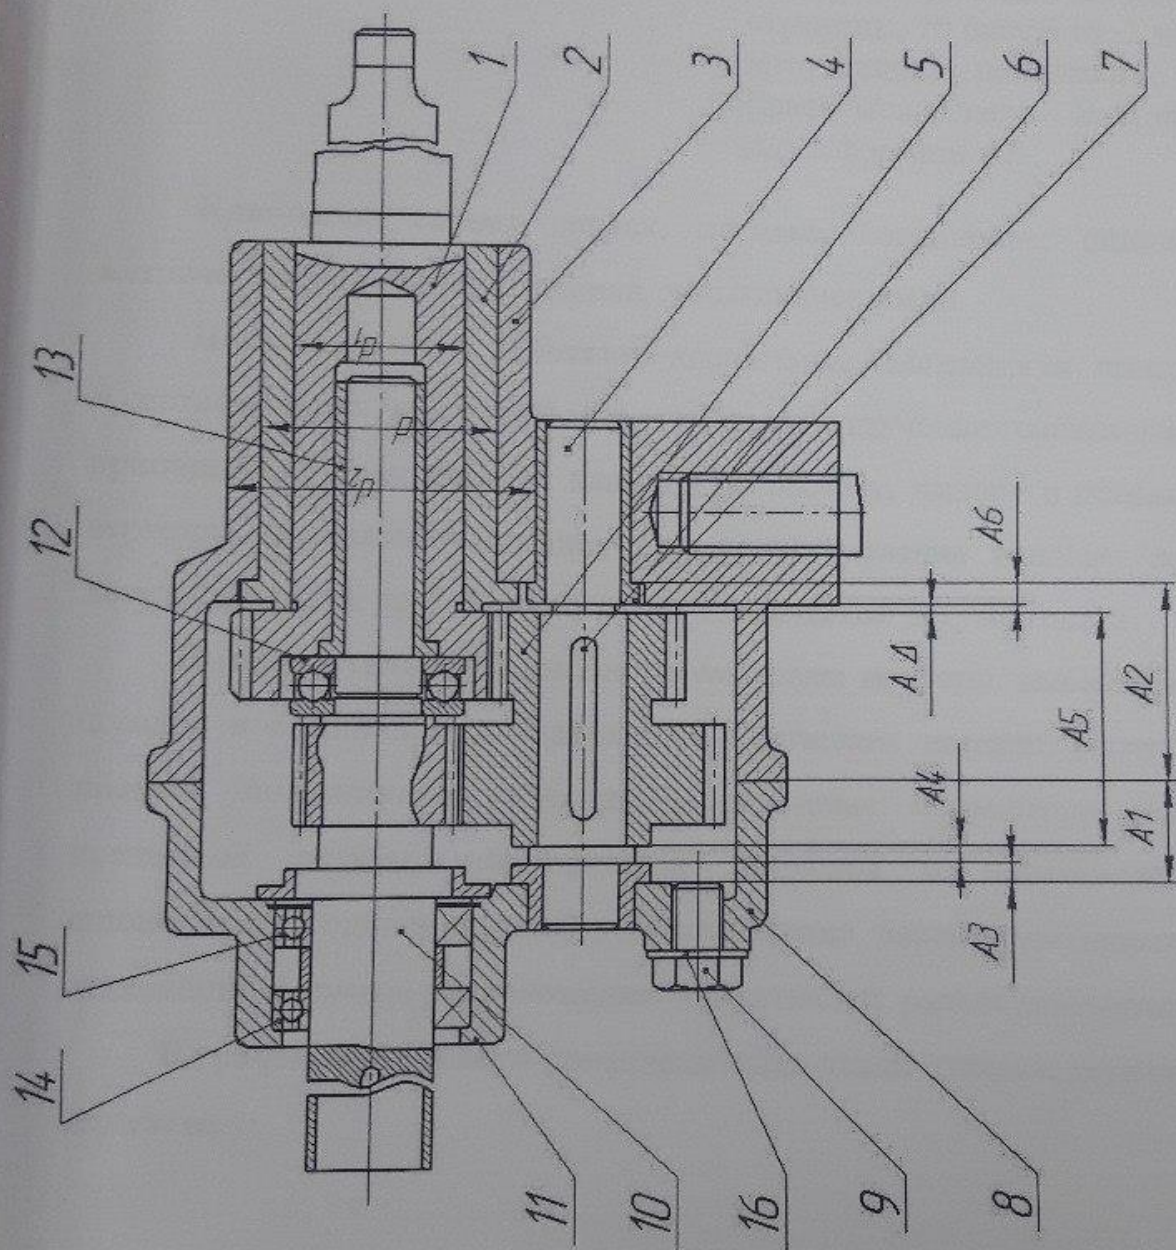

Рисунок 1 – Узел приспособления к сверльному станку
1. Описание работы узла приспособления к сверлильному станку (Рисунок 1).